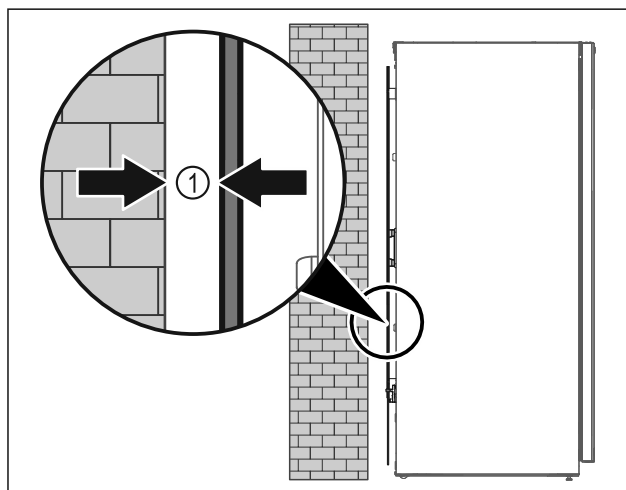

Fig. 6
- ▶ Uređaj je moguće postaviti ili slobodno u prostoriji ili izravno na zid na najmanjoj udaljenosti od 5 mm Fig. 6 (I).